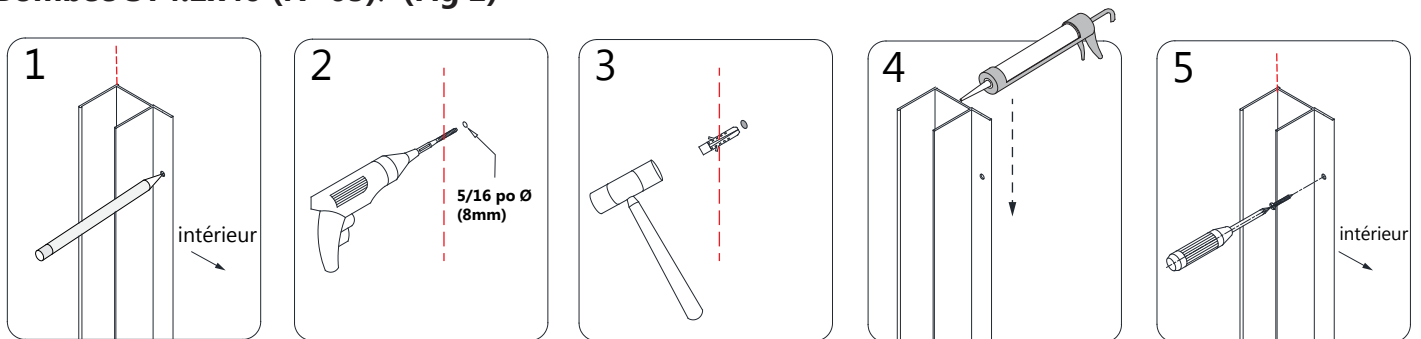

Fig 2
2. Marquez au mur les trous à percer à travers les perforations pré-usinées des **Profils Muraux (N° 01)**. Percez les trous dans le mur avec une **mèche 5/16 po Ø (8 mm)**. Insérez les **Ancrages Muraux (N° 09)**. Appliquez un cordon de du silicone résistant à l'eau à l'endos des **Profils Muraux (N° 01)** et autour des trous dans le mur. Fixez au mur les **Profils Muraux (N° 01)** avec un **Vis à Tête Plate Bombée ST4.2x40 (N° 05)**. (Fig 2)